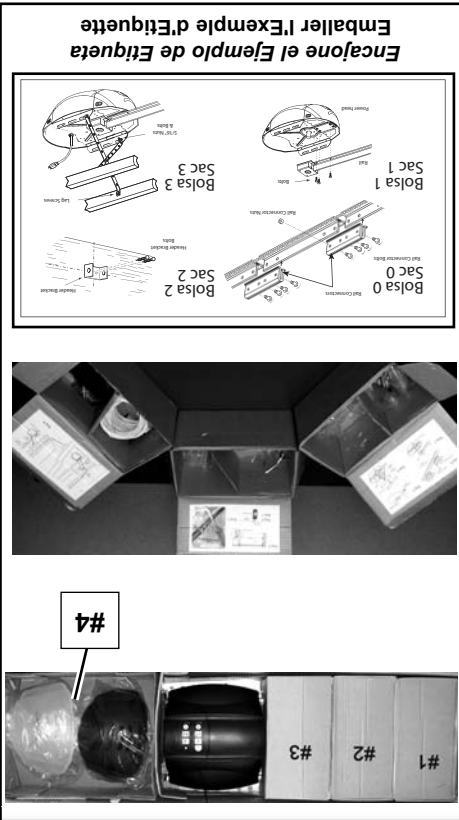

FIG. 1-1 Cajas internas. Botes internes.
1. Hay 4 cajas dentro del cartón. Cada caja está numerada de 1 a 4. Note que algunos abridores contienen las mismas piezas y pueden estar embaladas con menos cajas. Cuidadosamente quite las 3 cajas internas (Etiquetas No. 1, 2 y 3) y póngalas en el piso para tener acceso fácil (Fig. 1-1).
1. Vous trouverez 4 boîtes dans l'emballage. Les boîtes sont numérotées de 1 à 4. Certains l'ouvreurs contiennent les mêmes pièces qui sont emballés dans moins de boîtes. Déballez soigneusement les trois boîtes internes (étiquettes 1, 2 et 3) et les placer sur le sol (Fig. 1-1).